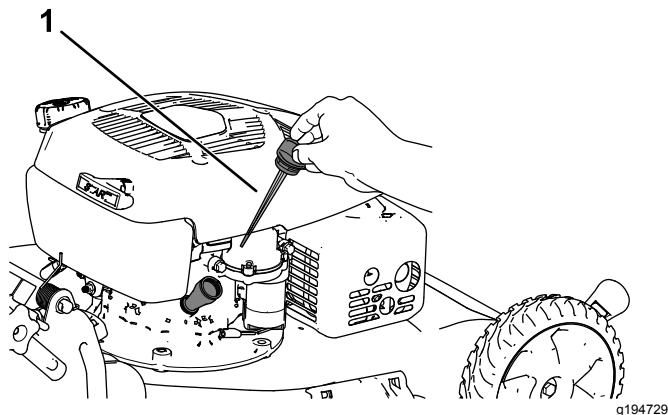

Figura 34
3. Retire la varilla girando el tapón en el sentido contrario a las agujas del reloj y tirando del mismo (Figura 34).